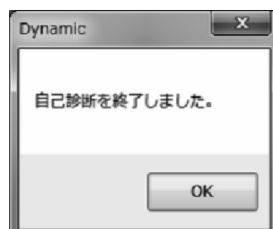

図125
- ⑤ 「OK」をクリックし、チェックが実行され、終了すると、メッセージボックス(図125)が表示されますので、「OK」ボタンをクリックすれば動的機器設置状態チェックは終了です。